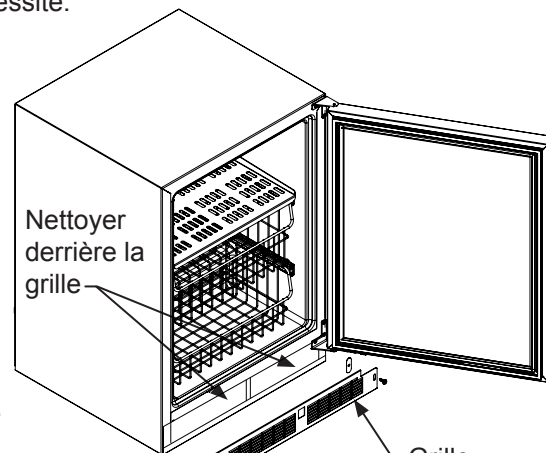

Figure 18
8. Enlevez la grille de protection frontale (voir la Figure 18), et utilisez une brosse et un aspirateur pour éliminer la saleté et les débris de sous l'appareil.